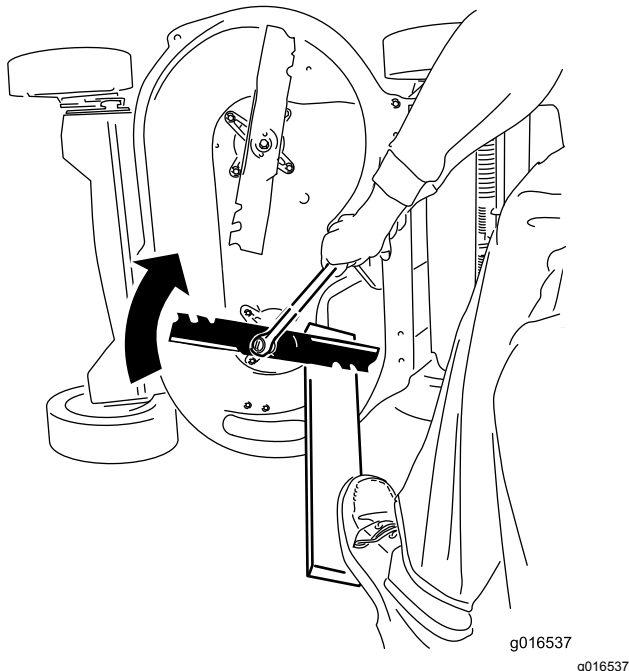

Bild 42
2. Halten Sie jedes Messer mit einem Brett fest und drehen Sie die Messerschraube mit einem Drehmomentschlüssel nach rechts, wie in Bild 42 abgebildet. Ziehen Sie jede Messerschraube mit 81 N·m an.